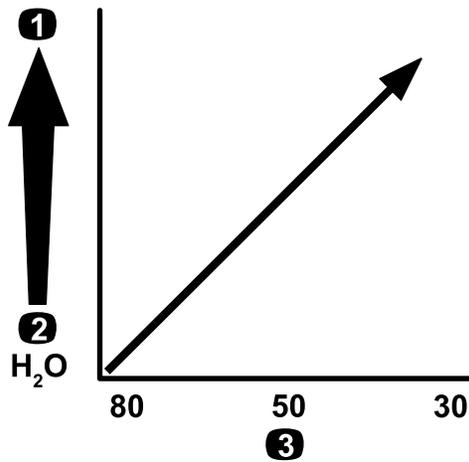

图13
**重要事项** 当使用更高粘度更稠的化学品或含可湿性粉剂的溶液喷洒时可能需要使用适用于可选吸入式过滤器的更粗网孔请参阅图13。